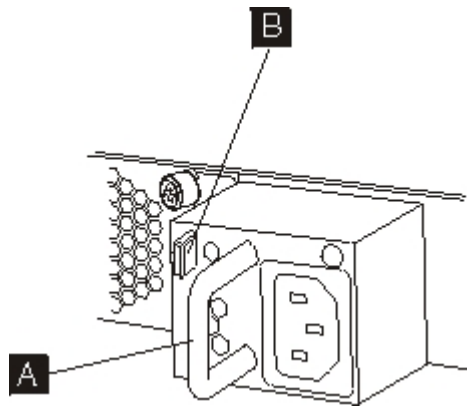
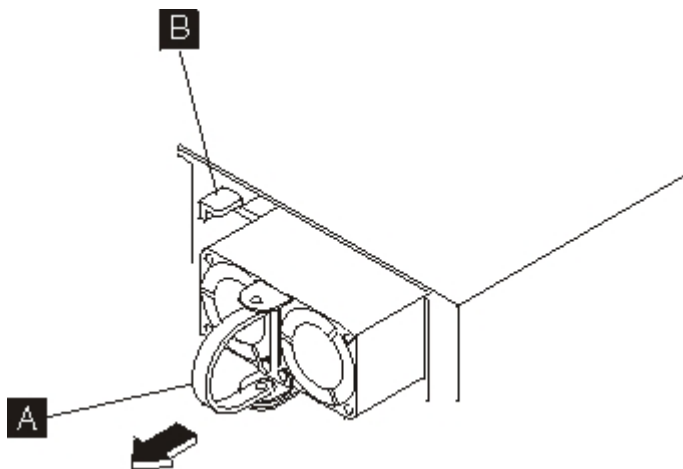

图 23. 卸下 7198 型设备上的电源模块
图 24. 卸下 7199 型设备上的电源模块
- a. 牢牢抓住发生故障的模块的手柄 **A**，同时朝手柄方向按橙色松开滑锁 **B**，并使松开滑锁保持在该位置，如图 23 或第 54 页的图 24 中所示。